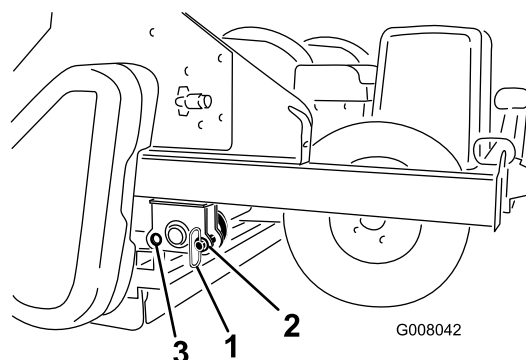

Figura 20
7. Retire los pasadores de almacenamiento de los taladros delanteros y colóquelo en los taladros traseros durante el uso (Figura 20).